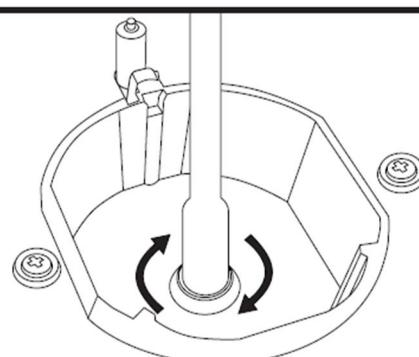
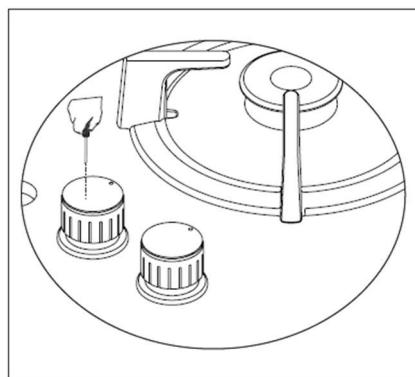
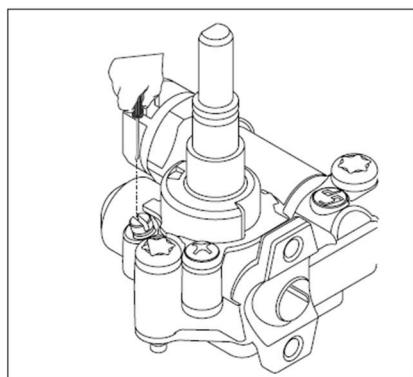

Рис. 3
Рис. 4
Рис. 5
5. Закрепите варочную поверхность на столешнице при помощи скоб и шурупов, поставляемых в комплекте (рис.3 и рис.4).
6. В случае если установка духового шкафа не предусмотрена и есть свободный доступ к нижней части варочной поверхности, то в данном случае необходимо использовать деревянную панель, расстояние между прибором и панелью должно составлять минимум 30 мм. (рис.5).
7. Если прибор устанавливается в непосредственной близости от стены, минимальное расстояние между стеной и прибором должно составлять 55 мм (рис.5).
3. Выкрутите жиклер (Рис. 3) и замените на подходящий. Снимите ручку управления, соответствующую данной конфорке (Рис. 4), отрегулируйте положение регулировочного винта, который находится в центре газового крана (Рис. 5). Используйте отвертку подходящего размера.